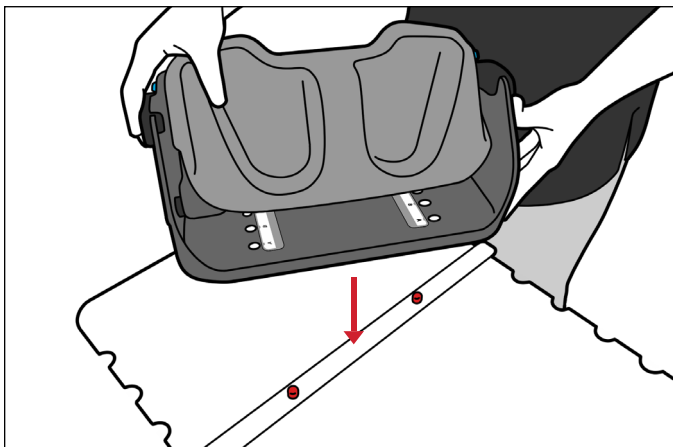

Abb. 14
1. Bringen Sie die Fußstütze an der Indexschiene an, indem Sie die gewünschten Bohrungen an den roten Zapfen der Indexschiene ausrichten (Abb. 14).